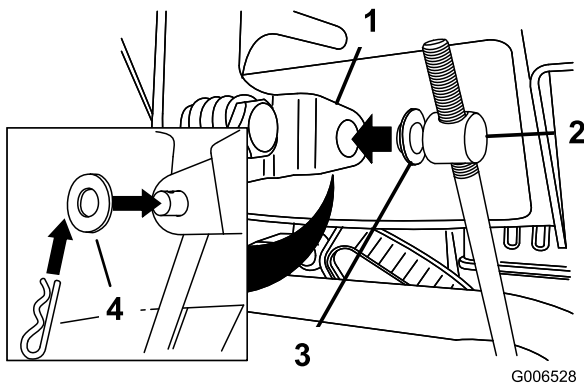

Bild 6
3. Entfernen Sie den Splint und die äußere Scheibe vom Drehzapfen am oberen Ende des Geschwindigkeitseinstellgestänges (Bild 6).
Hinweis: Lassen Sie die Flachscheibe auf dem Drehzapfen, um den Einbau zu vereinfachen (Bild 6).
- Heben Sie das Geschwindigkeitseinstellgestänge an und setzen Sie den Drehzapfen in das Loch im Geschwindigkeitsschalthebel (Bild 6).
- B. Schließen Sie den Drehzapfen vom Geschwindigkeitsschalthebel ab (Bild 6).
- C. Drehen Sie den Drehzapfen auf der Geschwindigkeitsschaltstange nach unten (nach rechts) (Bild 6).
- D. Schließen Sie den Drehzapfen am Geschwindigkeitsschalthebel an (Bild 6).
- C. Drehen Sie den Drehzapfen auf der Geschwindigkeitsschaltstange nach oben (nach links) (Bild 6).